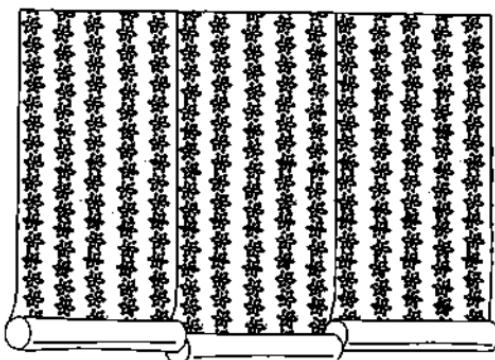

Рис. 21. Узор, не требующий совмещения
- узор, не требующий совмещения (рис. 21).